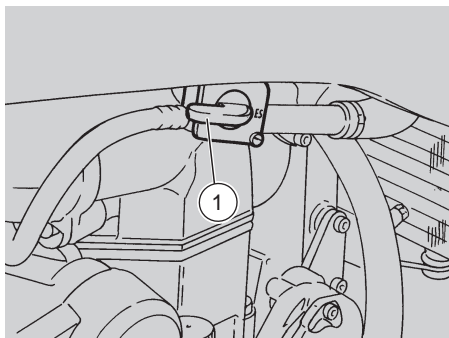

Fig. 36
## SMONTAGGIO DEL SERBATOIO CARBURANTE (Fig. 36 ÷ 38)
- ◆ Portare su "OFF" la leva del rubinetto carburante (1 Fig. 36).